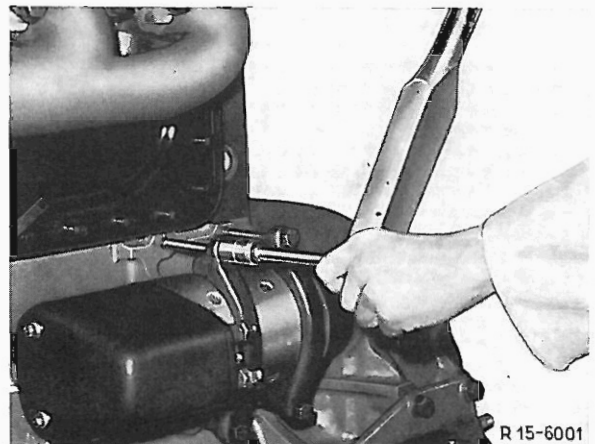

Bild 15–3/1
5. Die Schrauben mit Drehmomentschlüssel Swkzg. 000 589 64 21 00 anziehen (siehe Bild 15–3/1).